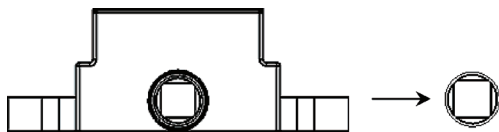

图 7-151 创建“剪裁视图”
STEP 6 以 1:1.5 的比例绘制一右视基准视图，并通过绘制一个圆，单击“剪裁视图”按钮对其进行剪裁，如图 7-151 所示。